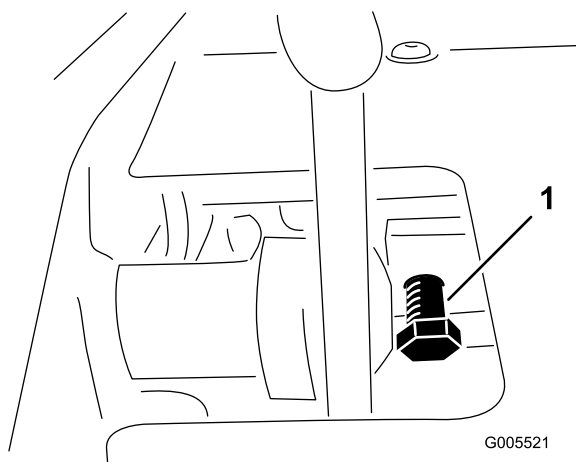

図 57
1. ペダルロックのキャップスクリューのジャムナット (図 57) をゆるめる。